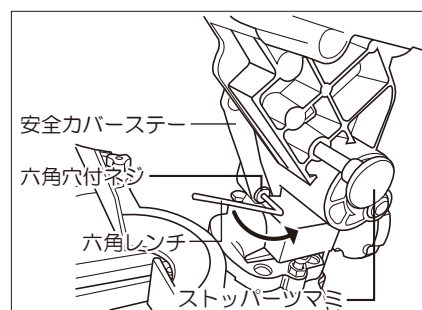

図4
- ①ハンドルを押さえてストッパツマミを引き出し、ハンドルが上がった位置にしてください。
- ②アームの下にある安全カバー作動ステーの取付け六角穴付ネジを、付属の六角レンチ(4mm)で外してください。(図4参照)
- アームの下にある安全カバー作動ステーの取付け六角穴付ネジを、付属の六角レンチ(4mm)で外してください。(P9図4参照)